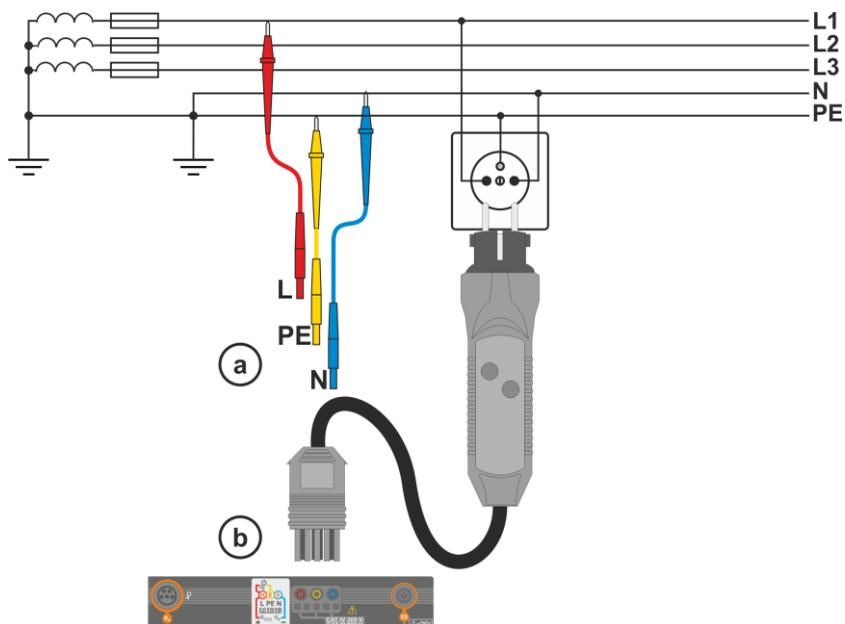
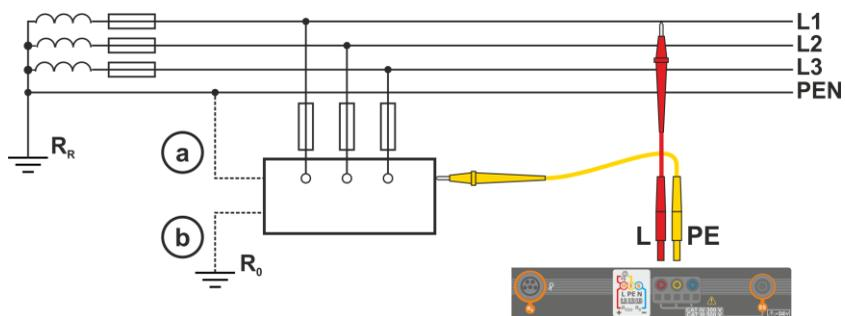

Fig. 3.1 Medición en el circuito L-PE
Fig. 3.2 Comprobación de la eficacia de protección contra incendios de la carcasa del dispositivo en caso de: **a** la red TN o **b** la red TT
- 1 Conectar los cables de medición según la Fig. 3.1 o Fig. 3.2.